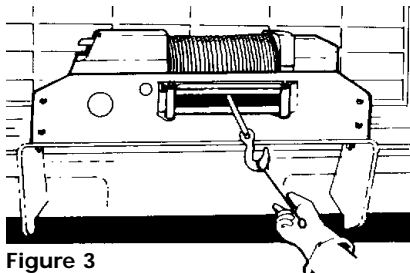

Figure 3
8. TENEZ-VOUS TOUJOURS À L'ÉCART DU TREUIL, DU CÂBLE ET DU CROCHET PENDANT LE FONCTIONNEMENT DU TREUIL. N'INTRODUISEZ JAMAIS vos doigts dans le crochet lorsque vous embobinez ou débobinez la dernière longueur de câble située près du crochet. Vous pourriez perdre un doigt s'il restait coincé dans le crochet. Utilisez la BARRE PROTÈGE-MAINS (Figure 3) pour guider le crochet pendant les derniers mètres. N'embobinez et ne débobinez jamais le câble du tambour en le guidant de la main.
27. Le câble de votre treuil Husky 10 comporte une "bande de sécurité" d'environ 3 mètres à chaque extrémité. La "bande de sécurité" qui se trouve à l'extrémité du câble attachée au tambour vous prévient que le câble est presque complètement déroulé. N'UTILISEZ PAS ces derniers mètres de câble car l'attache du câble sur le tambour NE SUPPORTERA PAS de charge lourde. La "bande de sécurité" à l'extrémité du câble où se trouve le crochet vous prévient que le câble est presque totalement enroulé. UTILISEZ TOUJOURS LA BARRE PROTÈGE-MAINS lorsque vous manipulez le crochet (Figure 3). Au fur et à mesure que vous utilisez votre treuil, la peinture rouge s'effacera de par l'usure normale. Lorsque cela se produit, vous devriez repeindre cette marque de peinture rouge car c'est une des fonctions de sécurité du treuil.